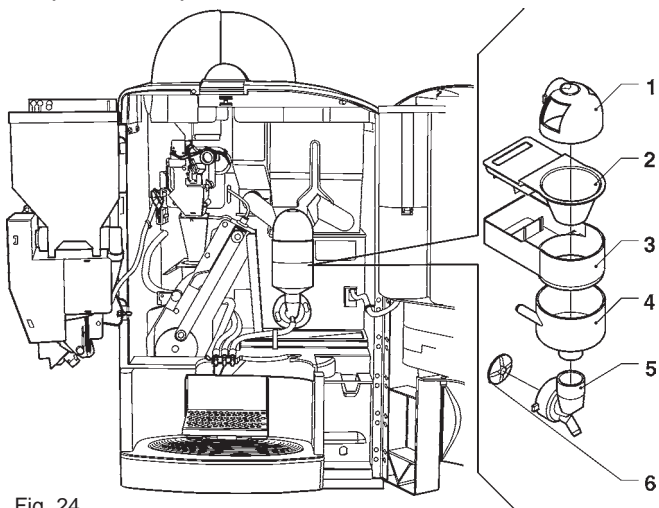

Fig. 24
- Remover (ver a Fig. 24) dos misturadores os funis dos pós, os funis de água, os canalizadores, a gaveta de depósito dos pós e as ventoinhas dos misturadores;